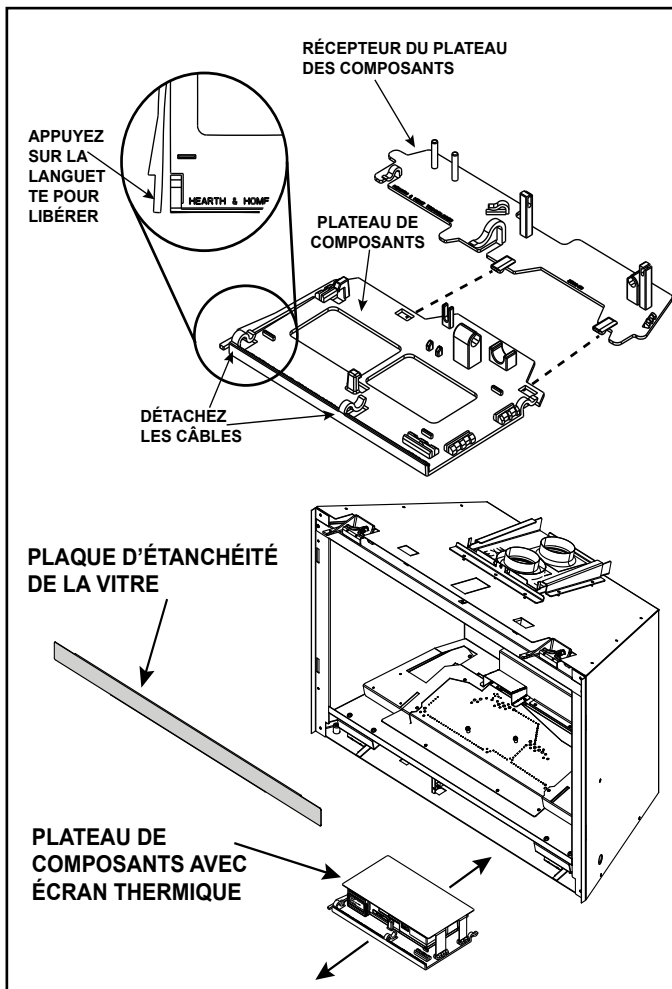

Figure 4.4 Accès au plateau de composants
- Pour y accéder, faites glisser le plateau de composants vers l'extérieur. Voir la figure 4.4.
Remarque: Il peut être nécessaire de retirer les câbles des pinces pour un accès complet. Voir la figure 4.4.